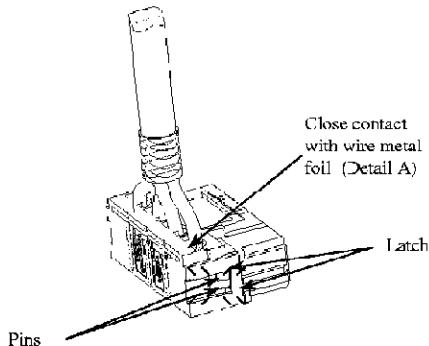

Abbildung 6 / Figure 6
9. Deckel des Randsteckverbinder schließen (siehe Abbildung 6).
9. Attach edge connector cover (see Figure 6).